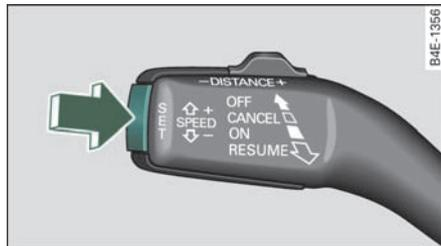

图 129 操纵杆：存储车速
- 按压 **SET** 按钮（箭头所示）=> 图 129，存储期望车速。
您可以随时踩下油门踏板提高车速。松开油门踏板后, 该装置会将车速重新调回此前已存储的车速。按压 [SET] ⇒ 第125页, 图 129, 可随时存储新的期望车速。■